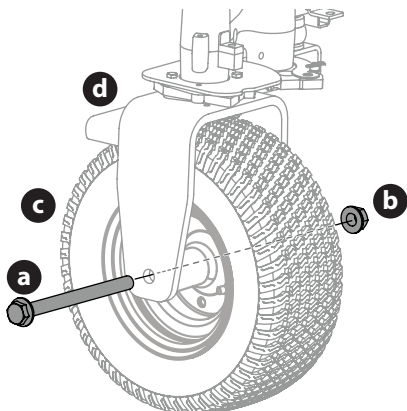

Fig. 48
1. Quite el tornillo hexagonal (a) y la tuerca de seguridad bridada (b) que fija la rueda delantera (c) al conjunto de caballete (d) (Fig. 48).
2. Para volver a instalar o reemplazar el neumático delantero, invierta el Paso 1. Ajuste los elementos de ferretería con una presión de 75-90 pies-libras (101-122 N-m) (Fig. 48).